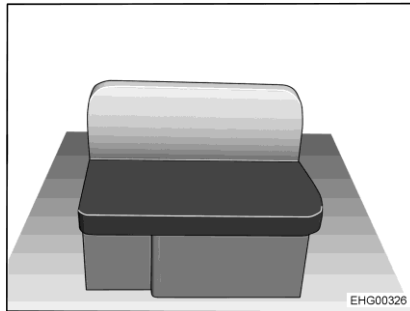

Fig. 32 Banquette longitudinale, droite
- Retirer les coussins d'assise et de dossier de la banquette longitudinale (Fig. 32).